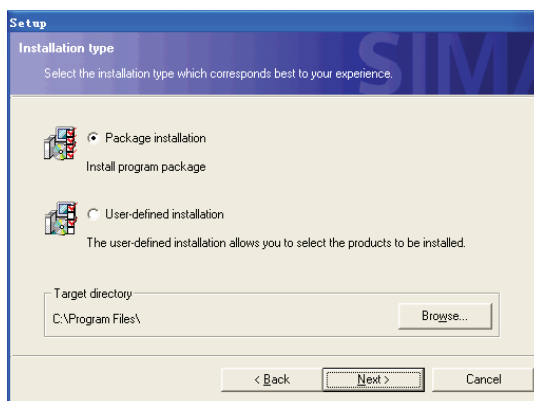

图 2-13 安装类型
4) 选择安装类型。有两种安装类型，即数据包安装和自定义安装（本例选择数据包安装），数据包安装是基本安装类型，单击“Next”按钮，如图 2-13 所示。